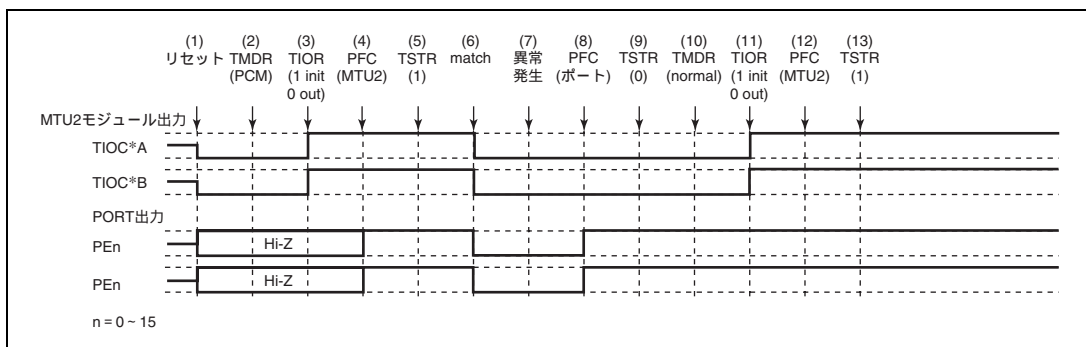

図 11.157 位相計数モードで異常が発生し、ノーマルモードで復帰する場合
位相計数モードで異常が発生し、再設定後ノーマルモードで再スタートする場合の説明図を図 11.157 に示します。
(1) ~ (9) は図 11.157 と共通です。
(10) PWM モード 1 を設定します。
(11) TIOR で端子を初期化してください (PWM モード 1 では TIOC*B 側は初期化されません)。
(12) PFC で MTU2 出力としてください。
(13) TSTR で再スタートします。
(19) 位相計数モードで動作中に異常が発生し、PWM モード 2 で再スタートする場合の動作
(10) PWM モード 2 を設定します。
(11) TIOR で端子を初期化してください (PWM モード 2 では周期レジスタの端子は初期化されません)。
(20) 位相計数モードで動作中に異常が発生し、位相計数モードで再スタートする場合の動作
(10) 位相計数モードで再スタートする場合には必要ありません。
(11) TIOR で端子を初期化してください。
(21) 相補 PWM モードで動作中に異常が発生し、ノーマルモードで再スタートする場合の動作